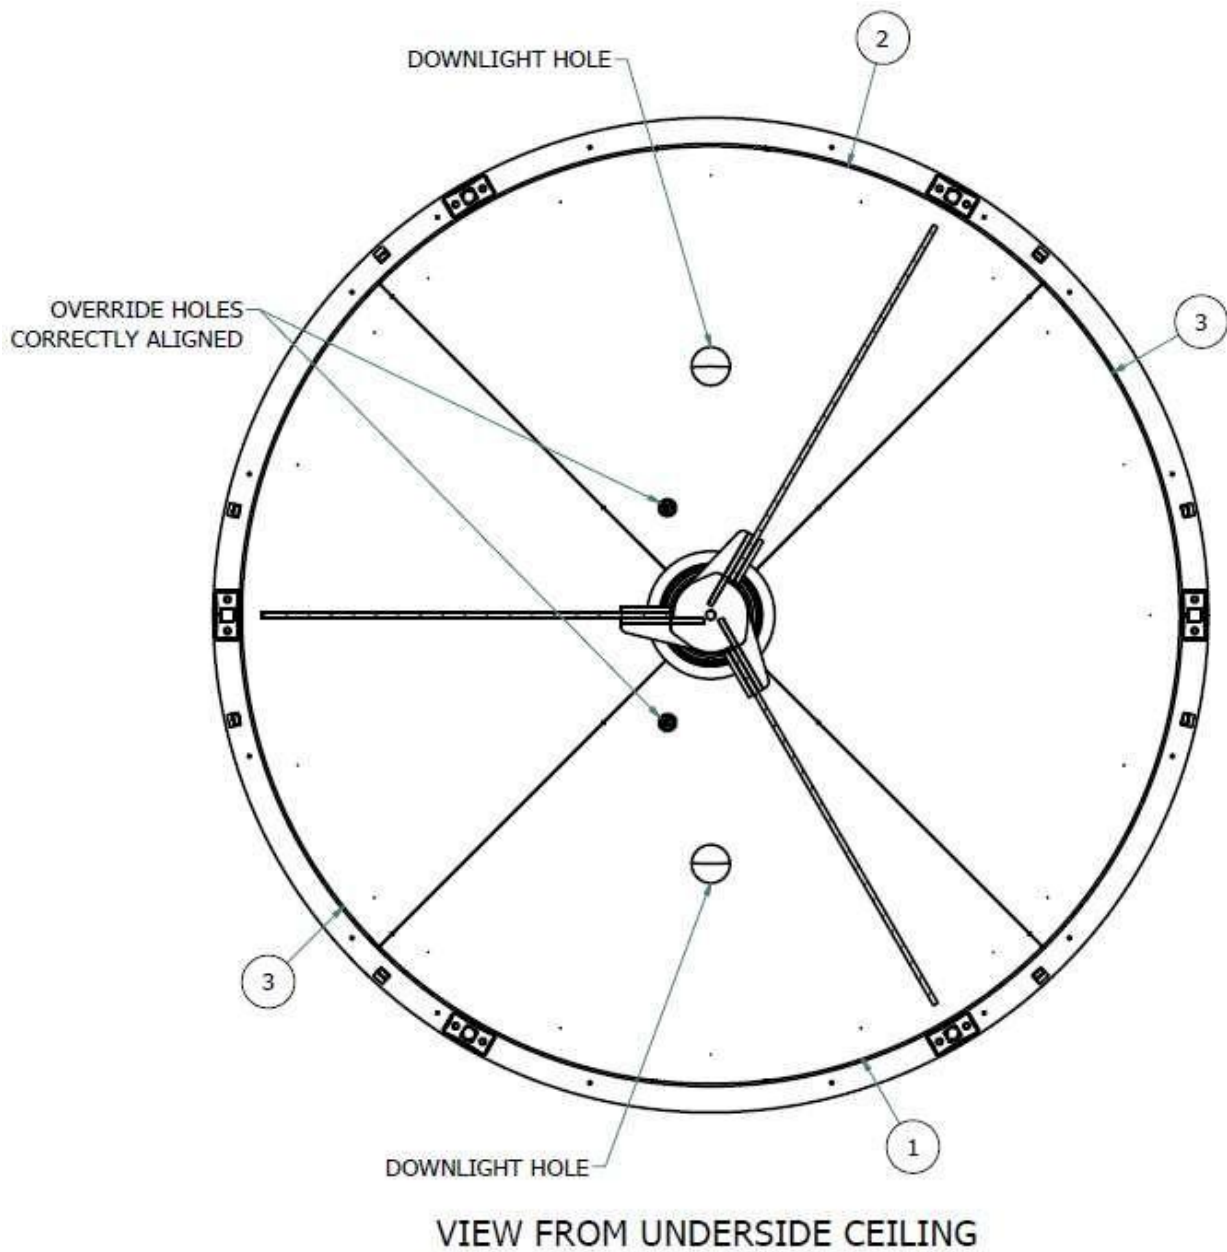

Abbildung 20: Platzierung der Decke
- 5.29. Stellen Sie sicher, dass alle Deckenplatten an den Überbrückungstasten und Downlights ausgerichtet sind, bevor Sie einrasten. Siehe *Abbildung 20*.